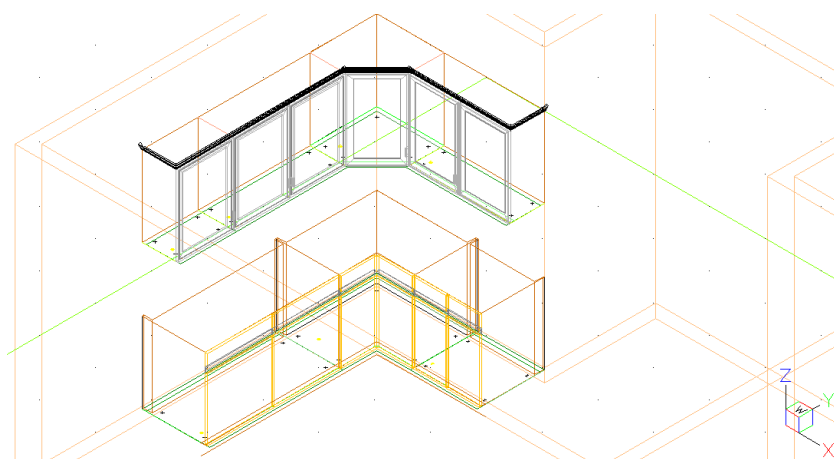

Rys. 40 – obrysowanie szafek ścieżką
- w tym celu należy kliknąć na ikonę  „Pokaż/ukryj element” z paska „CAD Kuchnie”, a potem w oknie „Ukrywacz warstw” wybrać spośród opcji przycisk „Fronty” (Rys. 40);